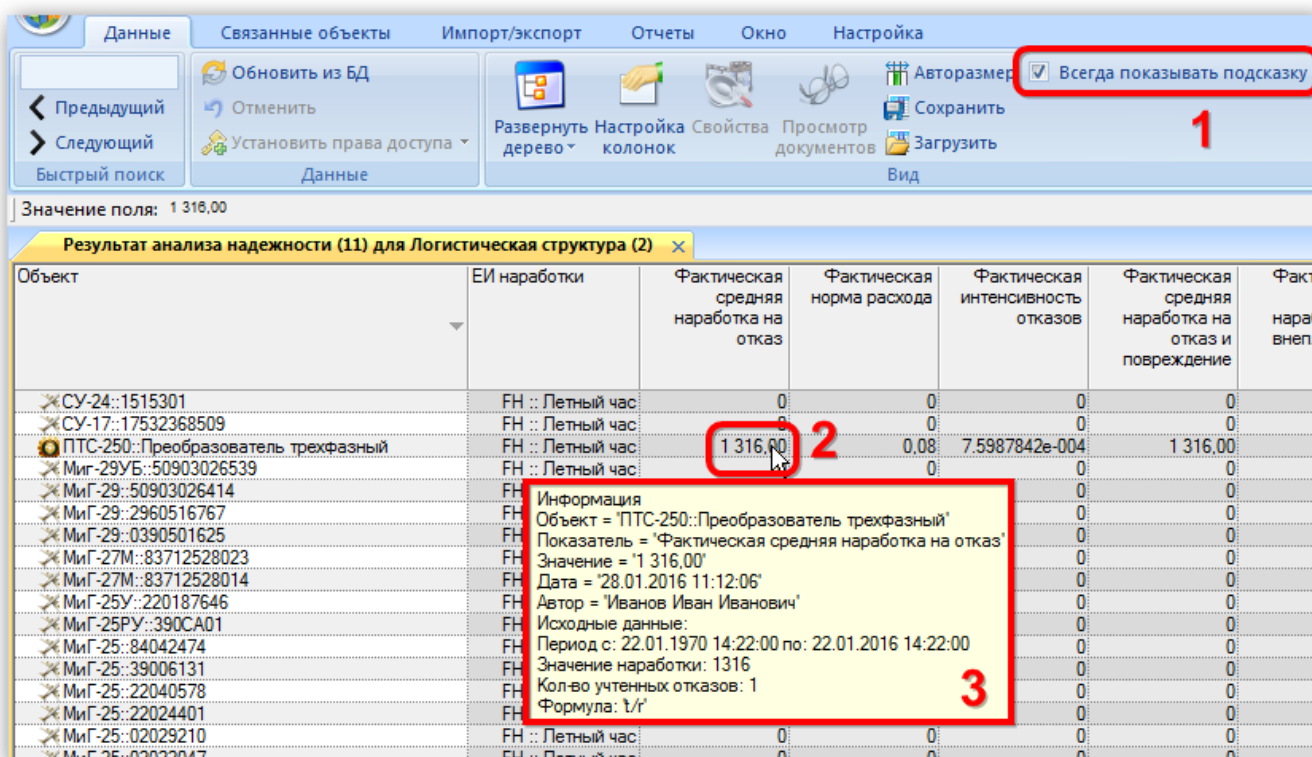

Рис. 13-545 – Краткая информация об исходных данных, использованных в расчете
14) Результаты расчета выводятся в отдельном рабочем окне ILS Suite (рис. 13-545).